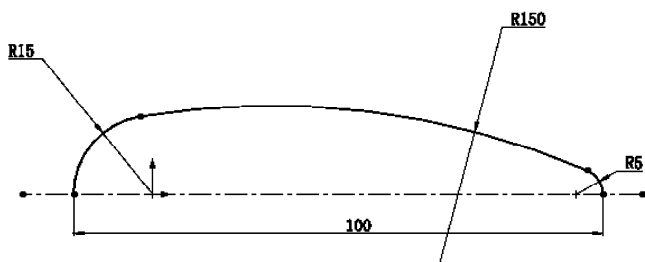
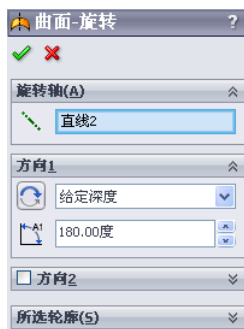
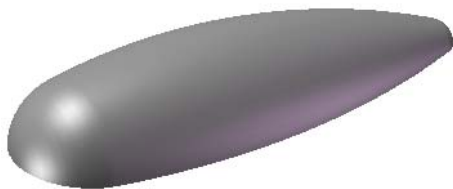

图 9-101 绘制草图
图 9-102 “曲面-旋转”属性管理器
图 9-103 旋转结果
(1) 新建文件。选择菜单栏中的“文件”→“新建”命令，或者单击“标准”工具栏中的（新建）按钮，在弹出的“新建 SolidWorks 文件”对话框中先单击（零件）按钮，再单击“确定”按钮，创建一个新的零件文件。
(2) 绘制草图。在左侧“FeatureManager 设计树”中用鼠标选择“前视基准面”，作为绘制图形的基准面；单击“草图”工具栏中的（中心线）按钮和（三点圆弧）按钮，绘制如图 9-101 所示的草图并标注尺寸。
(3) 旋转曲面。选择菜单栏中的“插入”→“曲面”→“旋转曲面”命令，或者单击“曲面”工具栏中的（旋转曲面）按钮，此时系统弹出如图 9-102 所示的“曲面-旋转”属性管理器。在“旋转轴”一栏中，用鼠标选择图 9-101 中的水平中心线，输入旋转角度为“180°”。单击属性管理器中的（确定）按钮，结果如图 9-103 所示。